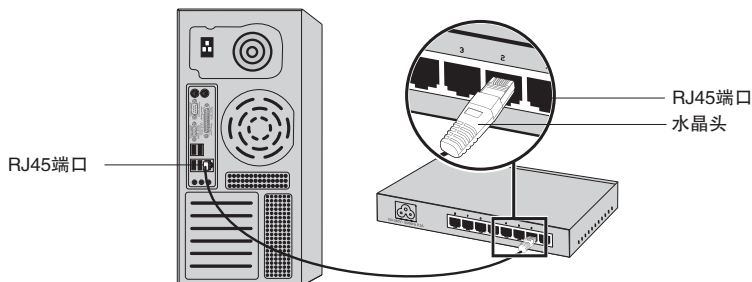

图3-1 交换机连接线缆示意图
1. 将网线一端连接到交换机，另一端连接到对端设备，如**图3-1**所示。